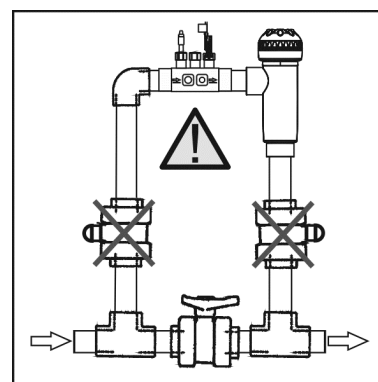

Fig. 4
1. Placer la monture fournie dans un tronçon de la tuyauterie situé à l'entrée de la cellule d'électrolyse. La monture devra être toujours installée en position horizontale au sol (Fig. 4).
1. Coller le porte-sondes fourni sur un tronçon de la conduite situé à l'entrée de la cellule d'électrolyse. Le porte-sondes devra toujours être installé en position horizontale par rapport au sol (voir Fig. 4), de sorte que les entrées filetées (1/2" - 3/8") soient toujours accessibles pour l'installation postérieure de l'injecteur de la pompe de dosage et la prise de terre (facultatif).